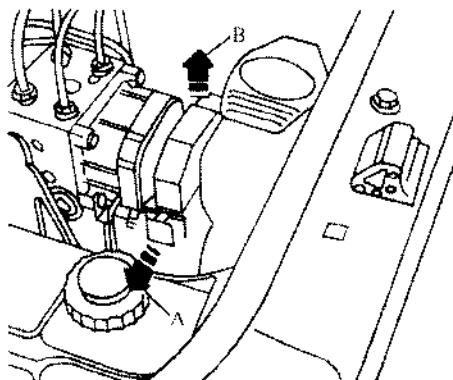

图 7.67 松开控制单元插头
- ① 拆卸时不可弯折制动管。
- ② 查取收录机防盗码，断开蓄电池接地连接。
- ③ 松开如图 7.67 箭头 A 所指的锁卡，拔下箭头 B 所指的控制单元插头。
- ④ 将一容器接到制动钳排气螺栓处，并打开该螺栓。
- ⑤ 将 V.A.G1869/2 装到制动踏板和司机座位之间，至少将踏板压下 60mm，当制动管路重新接到液压控制单元后，再取下 V.A.G1869 / 2。
- ⑥ 拧上左前制动钳排气螺栓，不可使溢出的制动液进入发动机舱。
- ⑦ 拧下液压控制单元上的制动管，用备件号为 1H0 698 311A 修理包中的堵塞，封住制动管和螺纹孔。
- ⑧ 拧下液压控制单元支架上的六角螺母，拆下液压控制单元。